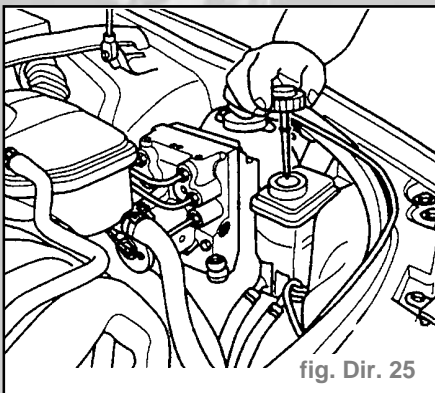

fig. Dir. 25
- Dévisser le bouchon (fig. Dir. 25).